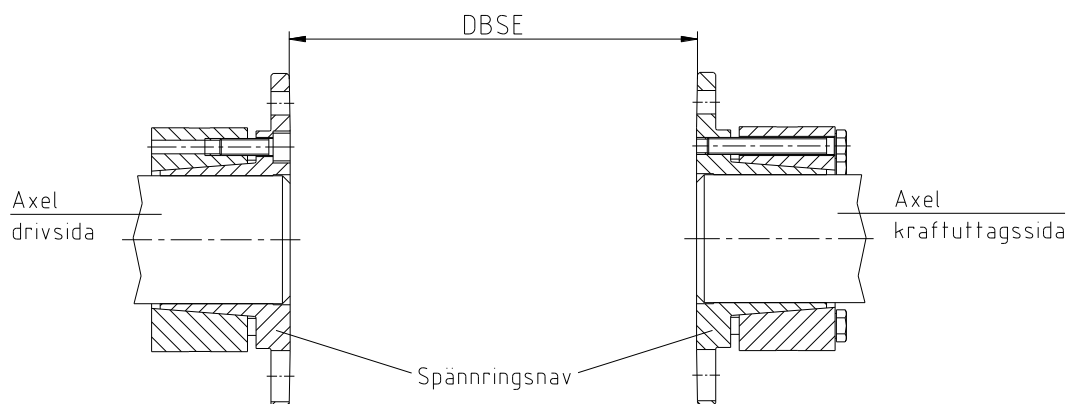

Bild 18: Montering av spännringsnaven
- Montera spännringsnaven naven på driv- och kraftuttagssidans axel (se bild 18).
- Spännringsnavens insidor måste ligga i plan med axlarnas frontytter (se bild 18).